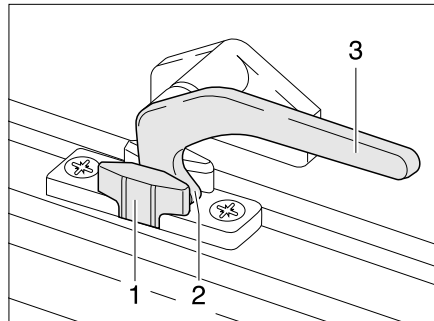

Bild 40 Verriegelungshebel in Stellung "Dauerbelüftung"
- in Stellung "Dauerbelüftung" (Bild 40)
- Den Verriegelungshebel (Bild 40,3) eine viertel Umdrehung zur Fenstermitte hin drehen.
- Den Verriegelungshebel wieder zurückdrehen. Die Verriegelungsnase (Bild 40,2) dabei in die Aussparung der Fensterverriegelung (Bild 40,1) einfahren.